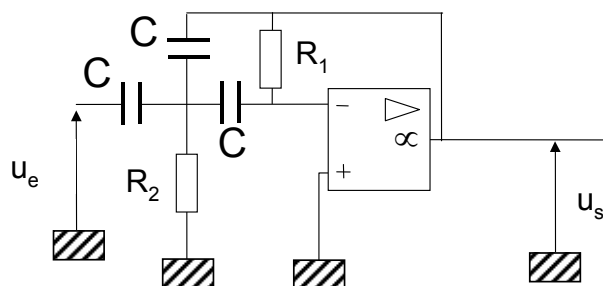

Figure 4
- a. Montrer que le schéma de la figure 4 conduit à la réalisation d'un filtre passe-haut.